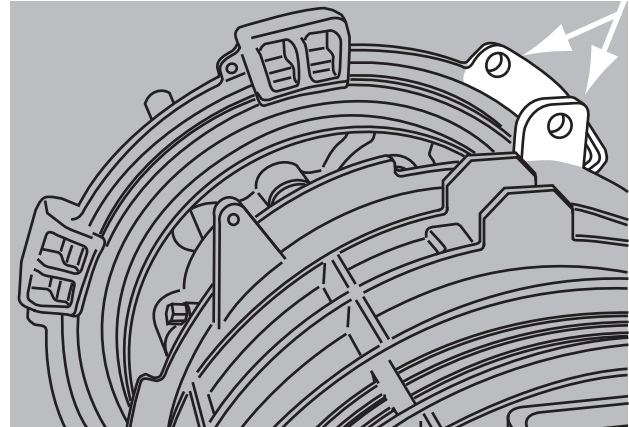

FIGURA 25
**25.** Con cuidado deslice el domo sobre el disco hasta acomodarlo en la base. (Figura 25)